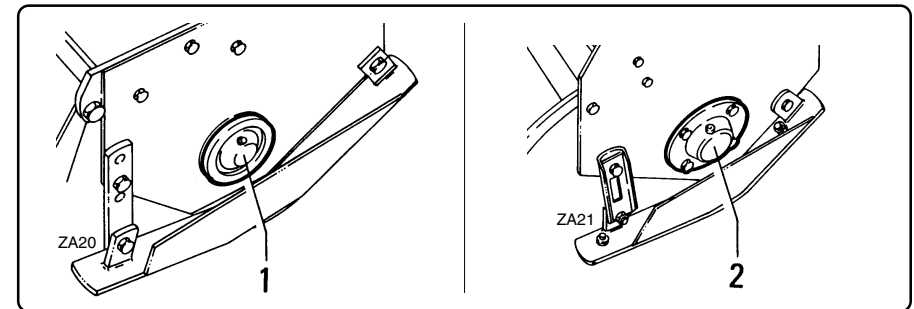

fig. 7.4.1
- Graissez le palier de droite "1" fig. 7.4.1 du rotor ou bien vérifiez la présence d'huile dans le palier de droite "2" fig. 7.4.1 (dans les versions avec palier à bain d'huile).
- Das rechte Lagergehäuse "1" Abb. 7.4.1 des Rotors fetten oder prüfen, ob Öl im rechten Lagergehäuse "2" Abb. 7.4.1 (in den Ausführungen mit Lagergehäuse im Ölbad) vorhanden ist.